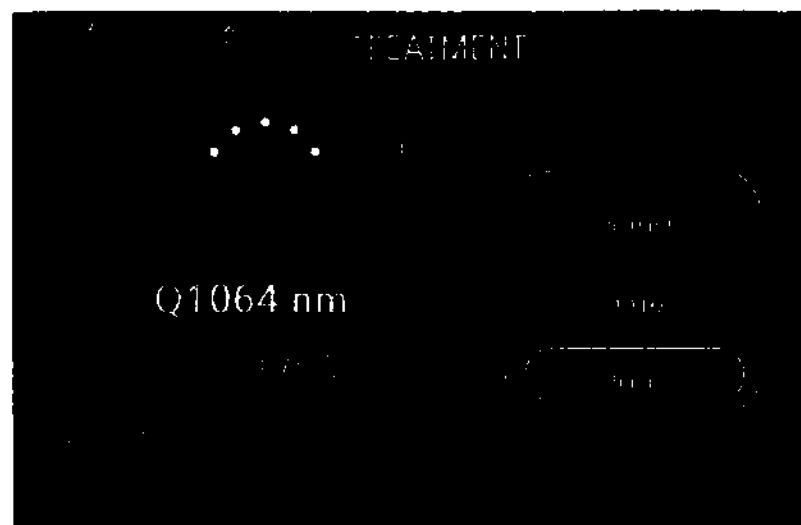

Рисунок 30 – Экран конфигурации («TREATMENT»). Режим Q 1064
- Выберите режим Q 1064 (рисунок 30), нажав кнопку Q1064 (A). В окне (B) появится выбранный режим.
- Установите параметры в окне (C). Выберите в окне (C) требуемый параметр и измените значение кнопками «вверх» и «вниз».